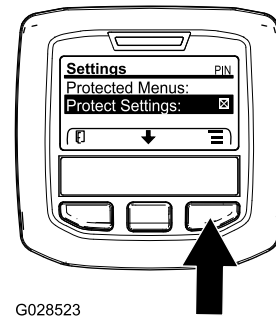

Figura 17
- Desde el menú PRINCIPAL, utilice el botón central para desplazarse hacia abajo hasta el menú CONFIGURACIÓN y pulse el botón derecho (Figura 17).